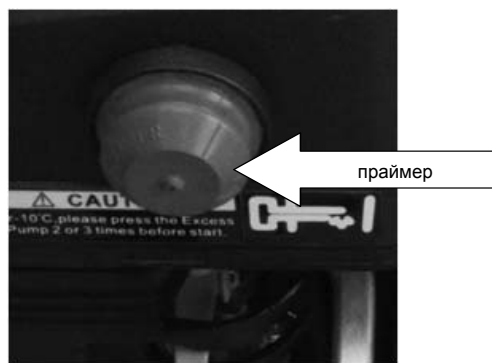

Рис.24
- Установите выключатель в положение ON(Вкл). Нажмите и удерживайте кнопку запуска (А) электрического стартера (Рис.24).